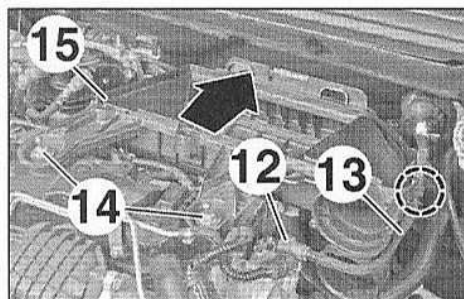

FIG.81
- Débrancher le raccord (12) de la canalisation à dépression (13) sur la pompe à vide (Fig.81).
- Dégraffer la canalisation à dépression (13) du boîtier de filtre à air.
- Déposer les vis (14).
- Pousser le boîtier de filtre à air (15) puis le soulever pour le déposer.